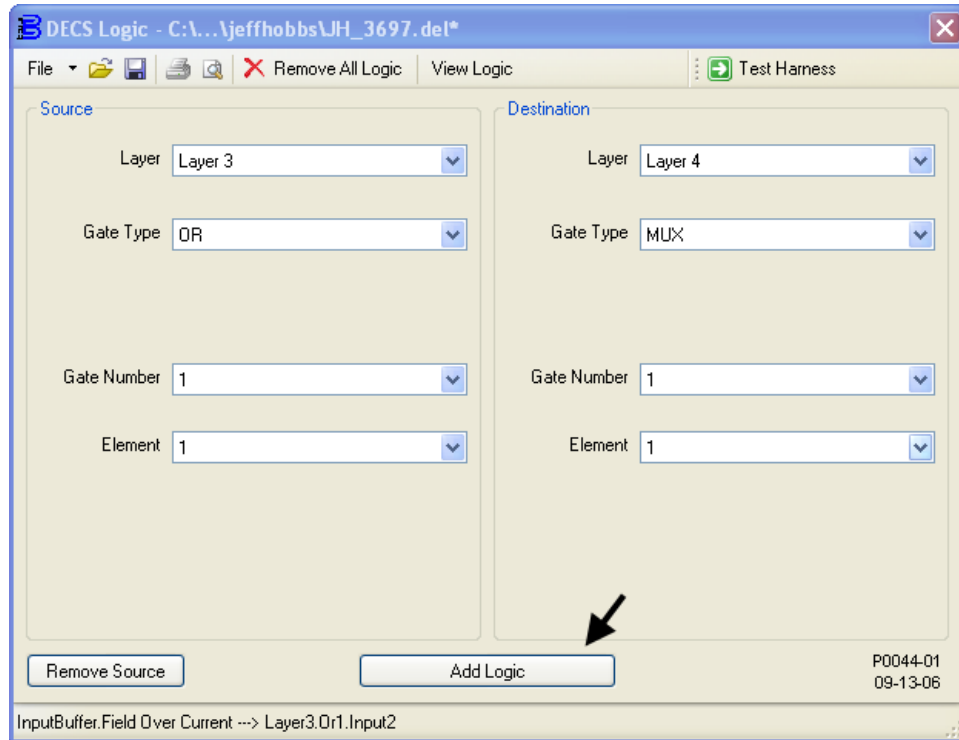

Figura 9-22. Agregar Layer4 - Layer3.Or1.Output ---> Mux1.Input
- La Figura 9-22 muestra los ajustes de la ventana DECS Logic (Lógica de DECS) asociados a este paso. Conecte la salida de OR Gate 1 (compuerta OR 1) en Layer 3 (capa 3) a la entrada de Multiplexer